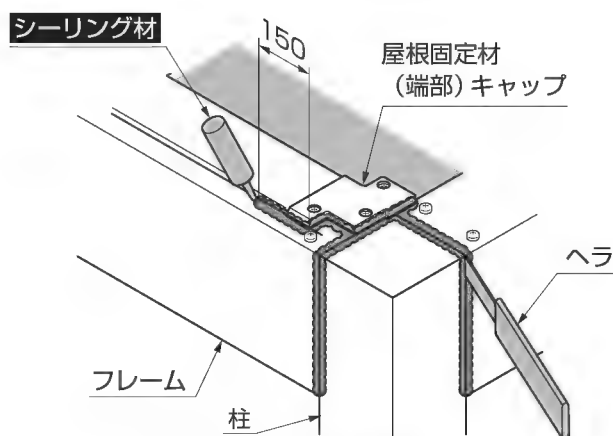

図10-4 B部詳細図
- ②B部柱、フレーム、屋根固定材（端部）キャップの接合部へシーリング処理をしてください。（図10-4参照）